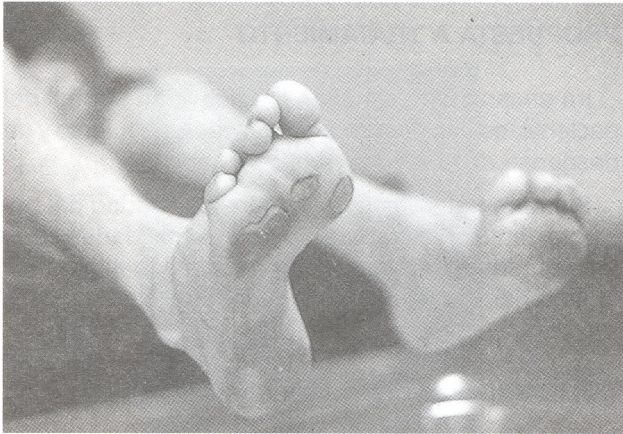

Fig. 4
3.º Marcaje de puntos: (Fig. 4).